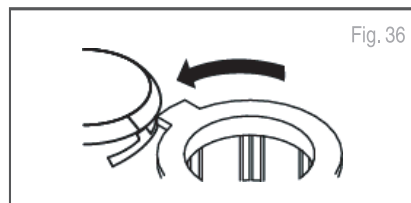

Fig. 36
3. Gire en sentido contrario a las agujas del reloj y verifique que las presillas del exprimidor hayan encajado (Fig. 36).